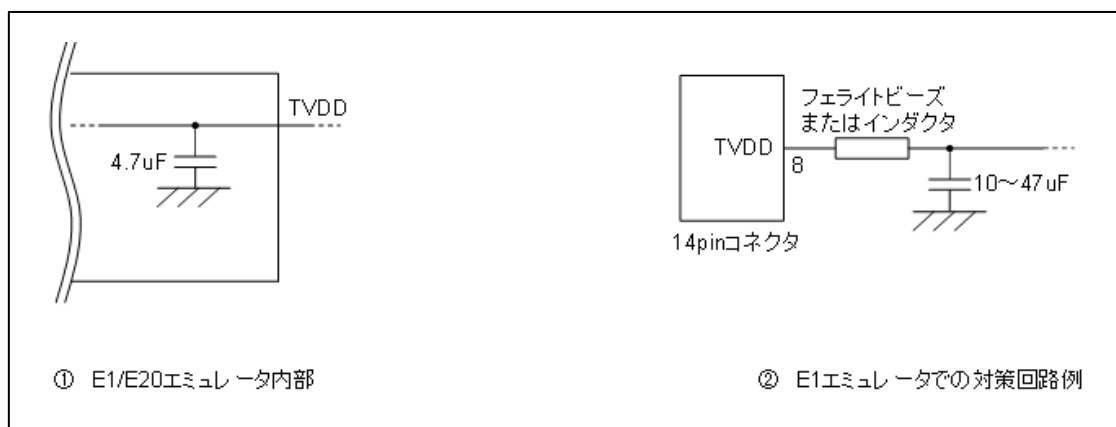

図 2-10 ホットプラグイン向け対策回路
図 2-10 ①のように E1 エミュレータの 8 番ピンには、エミュレータ内部で 4.7 μ F のコンデンサが付いているため、ホットプラグイン接続を行う場合はユーザシステム上の電源電圧が一瞬低下する場合があります。この電圧降下により MCU リセットが発生する可能性があります。図 2-10 ②に示すように、エミュレータ接続コネクタの TVDD ラインの直近にフェライトビーズ（またはインダクタ）と低 ESR で大きめなコンデンサを付けることで症状を軽減することができますが、本対策は、電圧降下を完全に改善するものではありません。なお、ホットプラグイン接続はデバッグ時のみ有効な機能であり、本機能を使用する場合は、別売のホットプラグインアダプタが必要です。